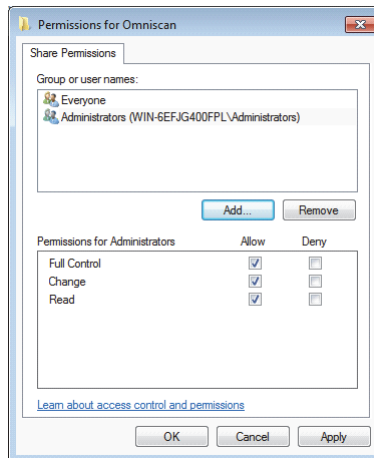

Figura 7-31 La finestra di dialogo Autorizzazioni OmniScan (Windows 7)
10. Nella finestra di dialogo **Autorizzazioni per Omniscan** (Permissions for Omniscan), cliccare su **Aggiungi** (Add) [vedere Figura 7-31 a pagina 246].